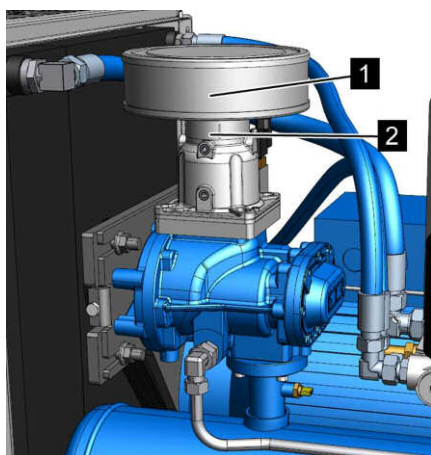

Рис. 42: Отсоединение хомутка приемного фильтра
4. Отсоедините хомутик приемного фильтра (Рис. 42/2).
5. Извлеките старый приемный фильтр (Рис. 42/1).
6. Установите новый приемный фильтр (Рис. 42/1).
7. Затяните хомутик приемного фильтра (Рис. 42/2). ↪ Приложение В «Моменты затяжки винтов» на странице 117